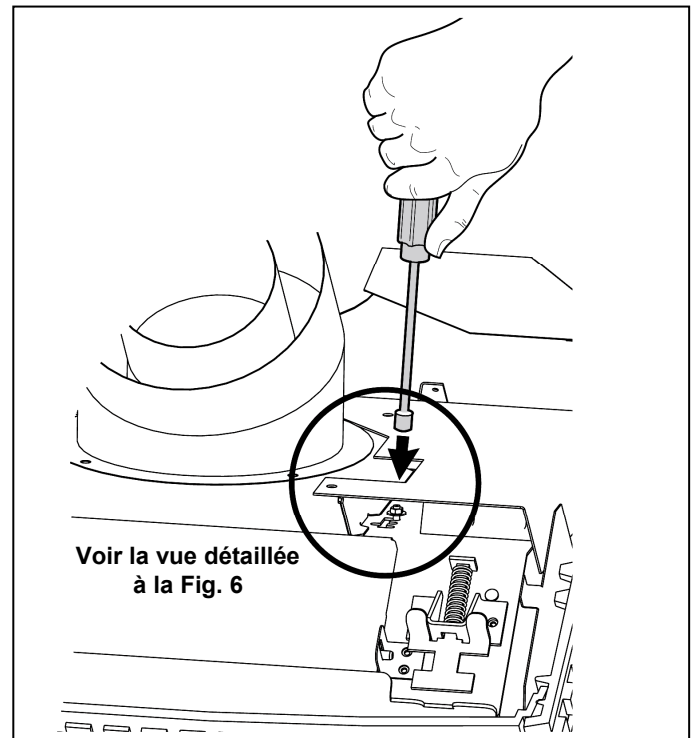
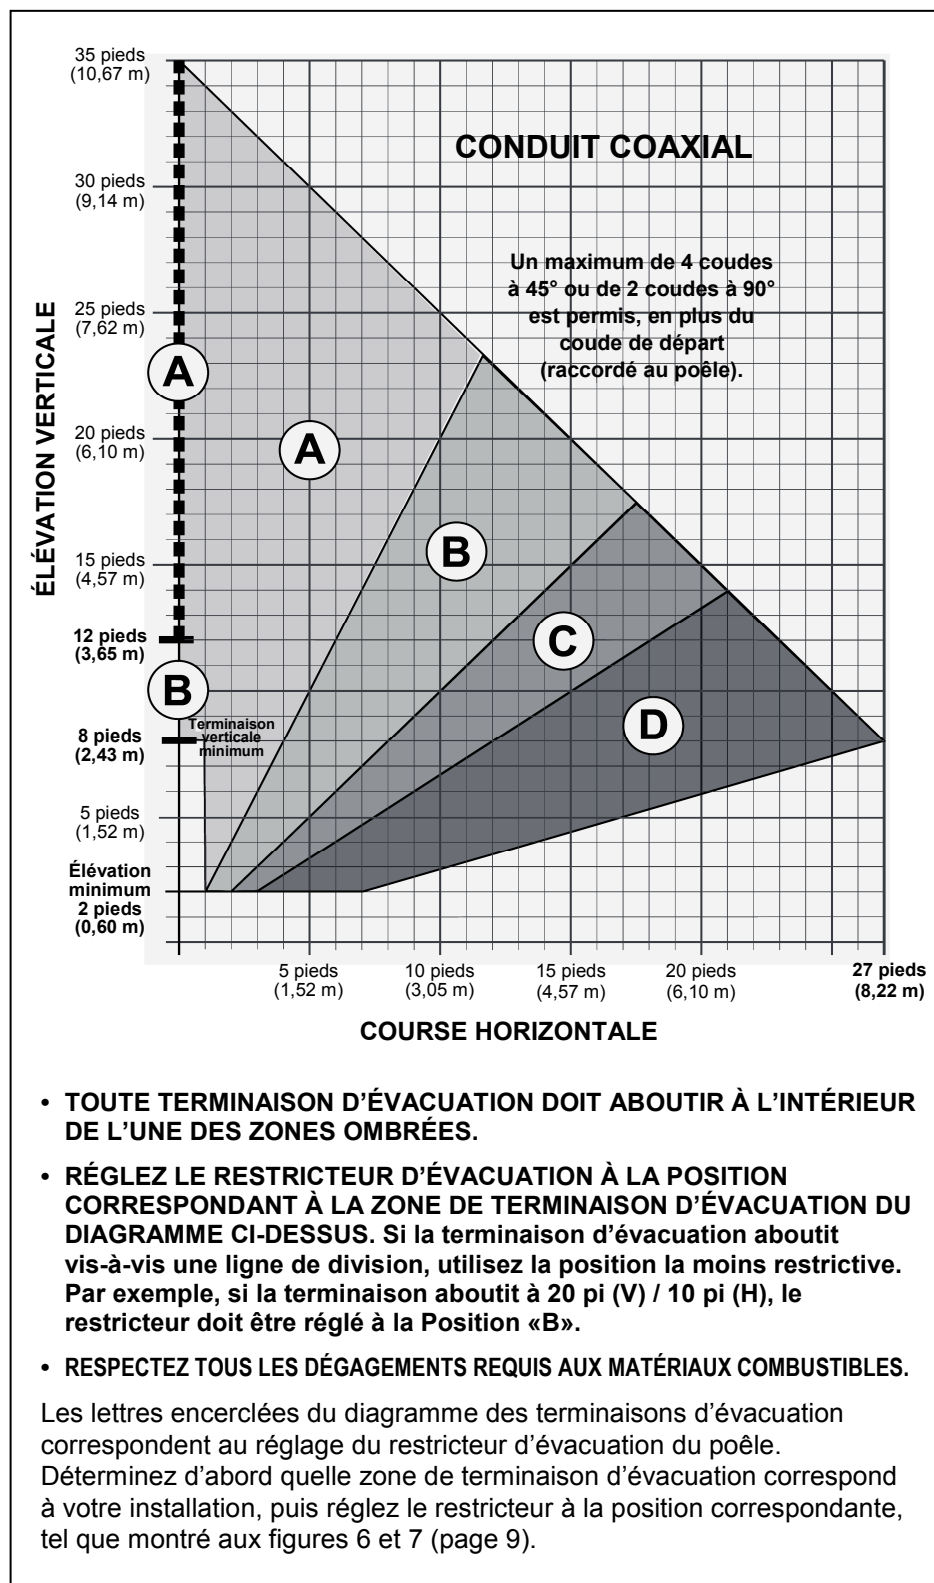

Figure 7. Utilisez un tournevis à douille pour modifier le réglage du restricteur d'évacuation.
Figure 9. Diagramme des terminaisons d'évacuation pour conduits coaxiaux (Gaz naturel)
Le restricteur d'évacuation est un obturateur ajustable situé au côté supérieur droit de la chambre de combustion. On peut l'ajuster en déplaçant une tige pivotante à l'une des quatre positions. Le fabricant l'a réglé en position COMPLÈTEMENT OUVERT (D). Voir Fig. 7. Les quatre positions sont liées aux zones de terminaison (A, B, C, D) illustrées aux diagrammes des terminaisons d'évacuation des Figures 9 à 12, aux Pages 10 et 11. Utilisez ces diagrammes pour déterminer le réglage que vous devez utiliser.
- Toute terminaison horizontale doit se situer à l'intérieur de la portion ombrée du diagramme des terminaisons d'évacuation de la figure 9 ou 11. Pour les terminaisons en tuba (*Snorkel*), voir ci-dessous.